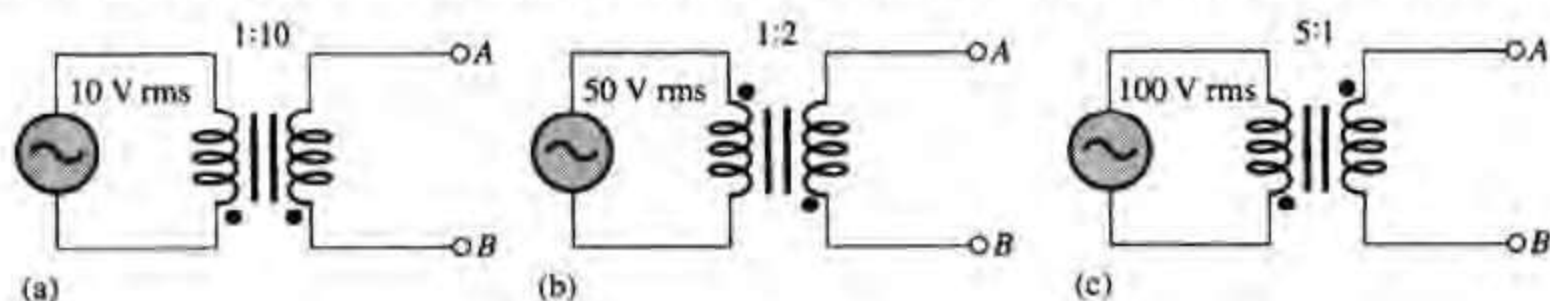

图 15.43
5. 对图 15.43 中的每一个变压器,表示出次级电压与初级电压的关系,并求出电压的幅度。